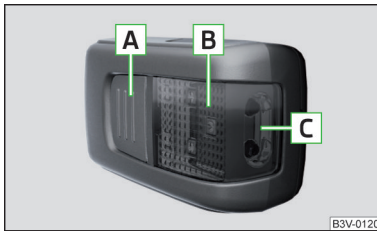

Abb. 132
## Beschreibung der Leuchte » Abb. 132
- Die Taste **A** » Abb. 132 drücken - die Leuchte leuchtet mit 100 % der Leuchtintensität.
- Wird die Leuchte nicht ausgeschaltet und korrekt in die Halterung eingesetzt, dann werden die LED-Dioden im vorderen Teil der Leuchte **C** » Abb. 132 automatisch ausgeschaltet.